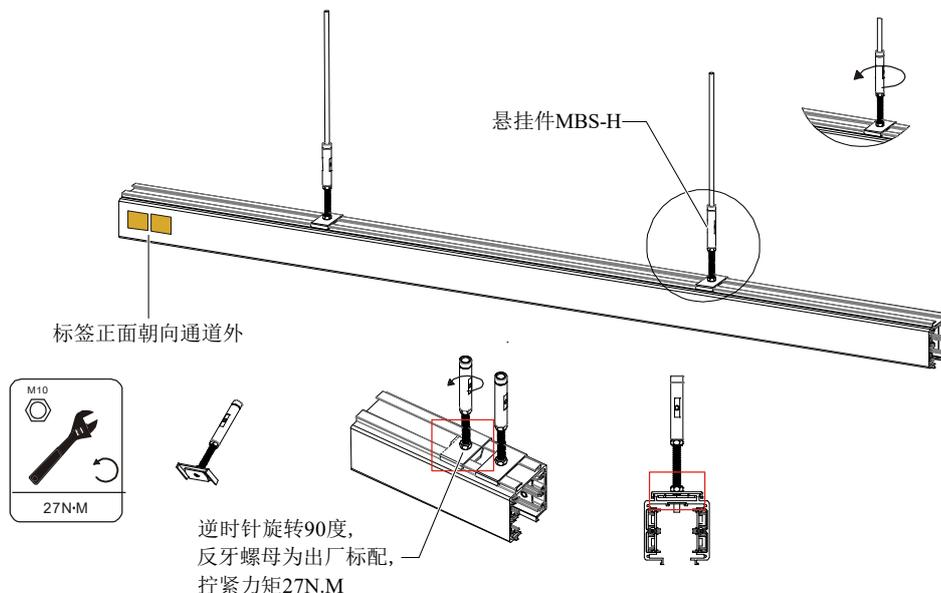

图2-8 母线槽单点吊装安装示意
2. 先将悬挂件安装紧固在母线槽上，将悬挂件逆时针旋转 90 度，然后用 M10 反牙纹螺母紧固，如图 2-8 所示。